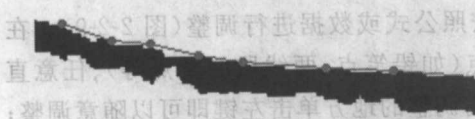

图 2-2-5
(18)  在图的边缘匹配:此工具是扫描图像的配套工具。单击激活该工具,然后选择一种合适的线形(如扫描闭合曲线、扫描开口曲线),当用该线形描绘图形时,绘图曲线会自动与图形曲线的边缘匹配(图 2-2-5)。如果不激活该工具,然后选择一种合适的线形(如扫描闭合曲线、扫描开口曲线),当用该线形描绘图形时,绘图曲线会自动于图形曲线的中央位置处画线作图(图 2-2-6)。